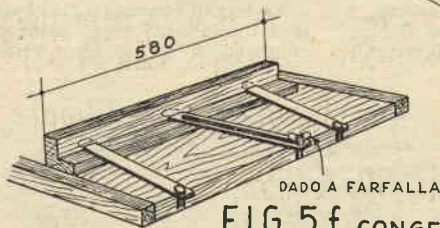

FIG. 5f CONGEGNO SPOSTAMENTO GUIDA TAV. 5
Per completare costruiamo la guida (7) come risulta dalla fig. 5f. La tavoletta legabile (6) che permetterà di sistemare i vari ferri.